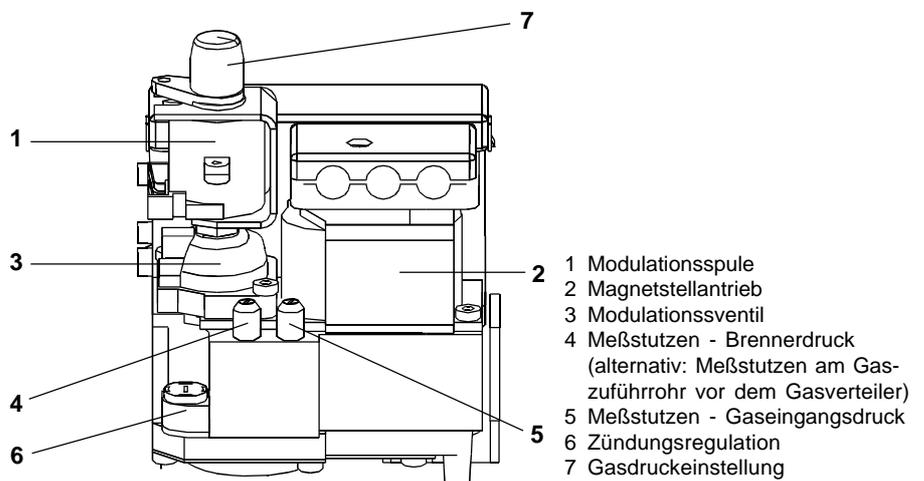

Bild 3
- I. Vor Erstinbetriebnahme die Gaszuleitung über die Entlüftungsschraube im Meßstutzen (5, Bild 3) am Gaskombinationsventil entlüften.
- Die gelbe Abdeckkappe (7, Bild 3, Seite 19) der Modulationsspule (1) abnehmen